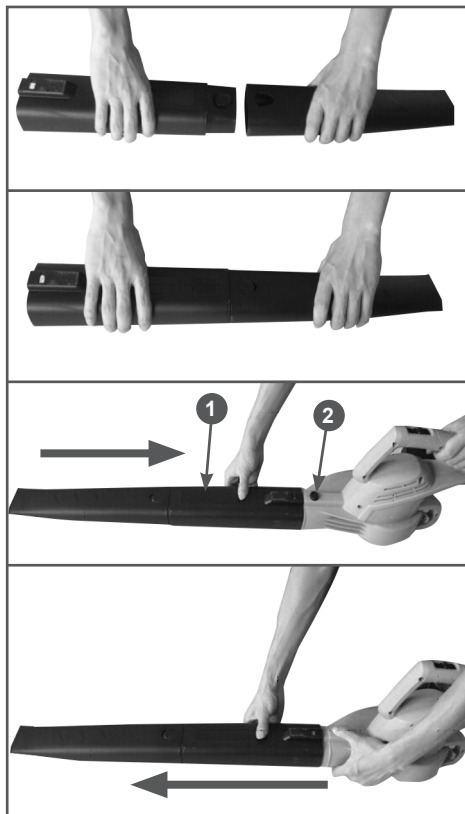

Рис. 2 Сборка и установка напорной трубы
2. Соединить напорные трубы №1 и №2 (Рис. 2).
3. Соединить напорные трубы с корпусом устройства (Рис. 2).
Убедитесь в надежном креплении трубы и корпуса фиксаторами 1, 2 (Рис. 2).